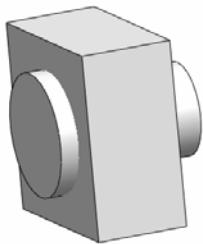
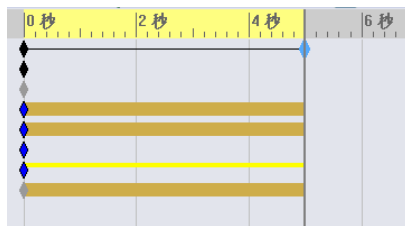

图 13-67 动画
图 13-68 MotionManager 界面
- ③ 在“弹簧”属性管理器中设置其他参数，单击“确定” ，完成弹簧的创建。
- ④ 单击 MotionManager 工具栏中的计算  图标按钮，计算模拟。单击从头播放  图标按钮，动画如图 13-67 所示，MotionManager 界面如图 13-68 所示